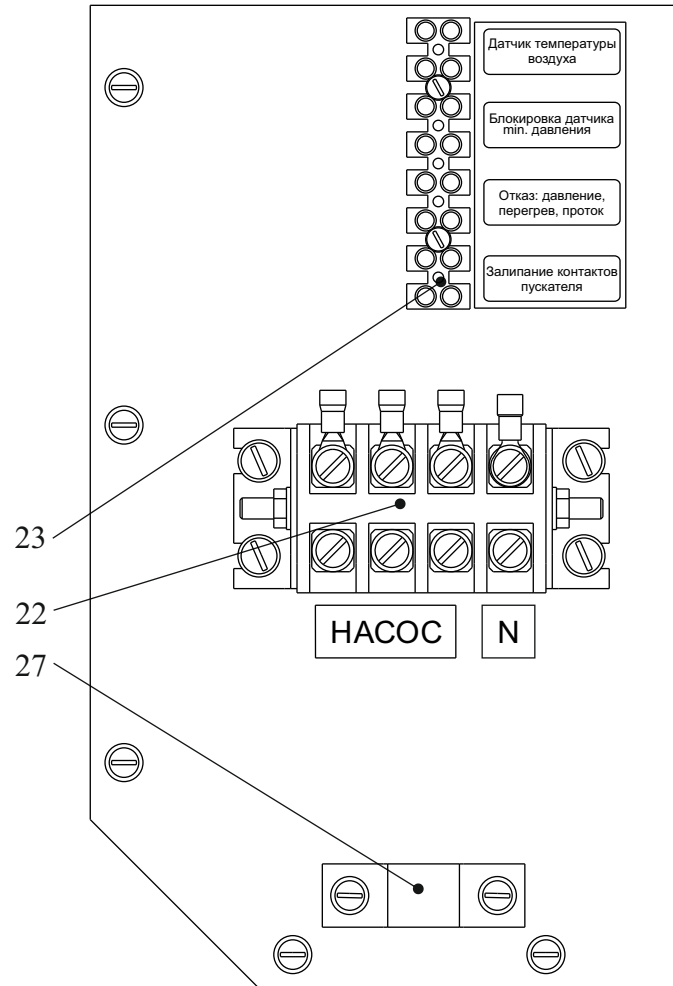

Рис.3 Панель подключения внешних устройств
При работе прибора в открытой системе отопления на клеммной колодке (23 рис.3) должна быть установлена перемычка на клеммах “Блокировка датчика *min.* давления”.
4.2.2 Для организации дистанционной индикации отказов прибора на клеммную колодку (23, Рис. 3) выведены сигналы “Отказ: давление, перегрев, проток” и “Залипание контактов пускателя” от соответствующих реле на плате управления. Контакты реле предназначены для работы в цепях переменного и постоянного тока в диапазоне напряжений 0-250В. Допустимый ток коммутации 5А. При аварийной ситуации контакты реле замыкаются.
7.2.6 При подключенном через клеммник “Датчик температуры воздуха” (Рис.3) внешнем датчике температуры воздуха прибор переходит в режим управления по температуре воздуха в помещении, где установлен датчик. Ручка терморегулятора *ТЕМПЕРАТУРА* должна находиться в крайнем правом положении.